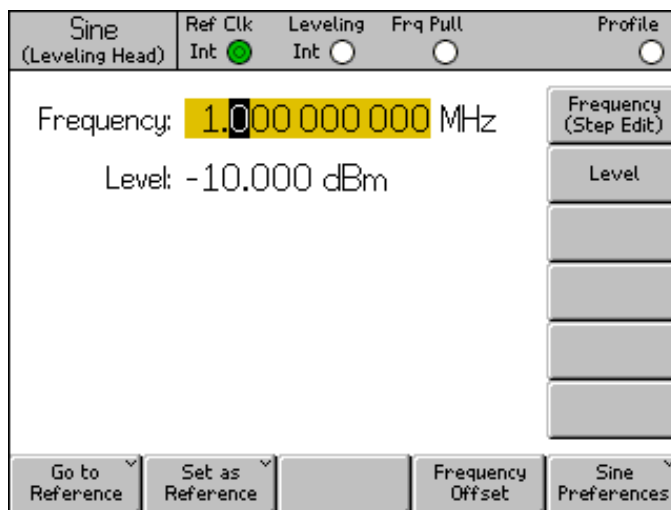

Abbildung 3-5. Bildschirm „Leveled Sine“ („Gepegelter Sinus“)
Drücken Sie eine der Hauptfunktionstasten auf dem Bedienfeld (**SINE** , **MOD** , **SWEEP**), um den entsprechenden Hauptbildschirm auf der Anzeige anzuzeigen (siehe den folgenden Bildschirm „Leveled Sine“ [„Gepegelter Sinus“]). Editierbare Datenfelder nehmen den zentralen Bereich des Bildschirms ein, die Statusleiste befindet sich am oberen Rand des Bildschirms. Die Softlabels verlaufen auf der rechten Seite und am unteren Rand des Bildschirms entlang. Siehe Abbildung 3-5.
1. Rufen Sie den entsprechenden Bildschirm auf, z. B. den Bildschirm „Leveled Sine“ („Gepegelter Sinus“), der in Abbildung 3-5 gezeigt wird.
Wenn der Feld-*Fokus* ausgewählt ist, ist er leicht an der Schattierung seiner Daten zu erkennen. So hat z. B. in Abbildung 3-5 das Feld „Frequency“ („Frequenz“) den *Fokus*, und der Bearbeitungsmodus ist „Cursor“, was Sie an dem schwarzen Cursor (Markierung) erkennen, der sich von Ziffer zu Ziffer bewegen kann (links-rechts, \leftarrow \rightarrow). In diesem Fall kann der Benutzer kleine Änderungen an der ausgewählten Ziffer einfach vornehmen, indem er das Drehrad oder die Nach-oben-/Nach-unten-Tasten (\uparrow \downarrow) verwendet. Müssen mehrere Zeichen im Feld geändert werden, dann ist die Verwendung des alphanumerischen Tastenfelds zum Bearbeiten des Felds („Keypad edit“ [„Tastentfeldbearbeitung“]) die bessere Wahl.